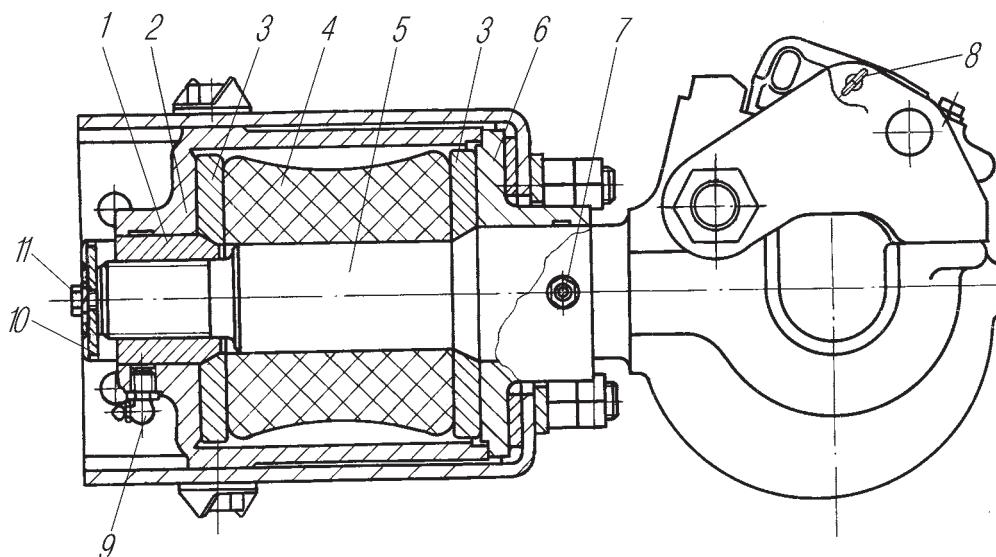

Рис. 44. Прибор буксирный:
**Буксирный прибор** автомобилей крепится в специальной поперечине. Уход за буксирным прибором заключается в смазке и очистке его от грязи. Направляющие стержня буксирного крюка смазываются через масленки при техническом обслуживании автомобиля. Крюк в опоре корпуса 2 (рис. 44) и втулке 6 должен свободно вращаться от руки.